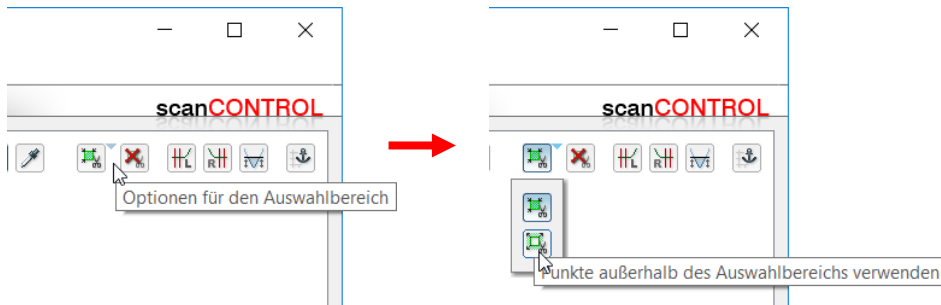

Abb. 3.35: Kontextmenü „Optionen für den Auswahlbereich“ (Punkte innerhalb/außerhalb des Auswahlbereichs verwenden)
- Öffnen Sie das Kontextmenü „Optionen für den Auswahlbereich“. Drücken Sie dazu auf die entsprechende Schaltfläche, die rechts neben dem Button „Auswahlbereich für Profilpunkte einstellen“ angeordnet ist (siehe Abb. 3.35).
- Wählen Sie im Kontextmenü den gewünschten Modus (siehe Abb. 3.35).